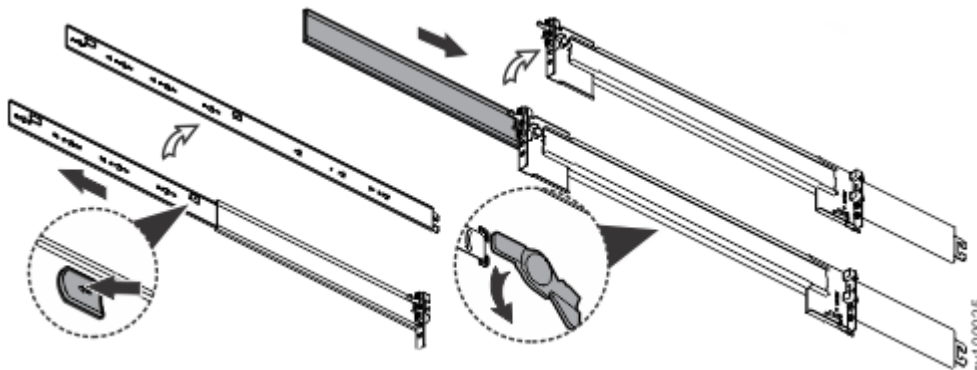

Abbildung 22. Inneren Teil der Schiene lösen
3. Lösen Sie den inneren Teil einer der dreiteiligen Schienen (siehe Abbildung 22 auf Seite 21).